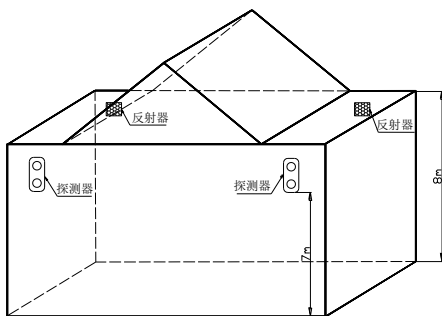

图 6 探测器和反射器安装示意图
c) 建筑物举架 $\geq 8\text{m}$ 时，一般无天花板，多数是人字型结构，应将探测器和反射器安装在距地面 8m 左右的相对两墙墙壁上，但要保证探测器距安装位置处建筑物顶部的距离 $\leq 0.5\text{m}$ ，如图 6 所示。